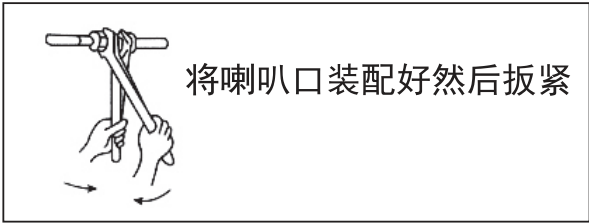

图19
(3) 用两把扳手按图19那样双手用力且参照表 (5) 的扭矩牢固地扳紧。